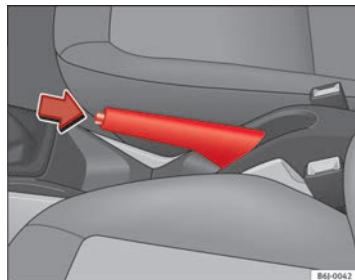

Fig. 119 Freno de mano entre los asientos delanteros
- Tire con fuerza de la palanca del freno de mano hacia arriba ⇒ fig. 119.
- Tire ligeramente de la palanca hacia arriba, presione el botón de desbloqueo en la dirección de la flecha ⇒ fig. 119 y baje completamente la palanca ⇒ △.